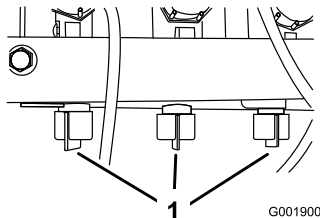

Bild 29
12. Stellen Sie das Sicherheitsventil des Auslegers (Bild 29) unter dem Auslegersteuerventil des Auslegers ein, den Sie abgestellt haben, bis der am Druckmanometer angezeigte Druck dem Wert in Schritt 9 entspricht.